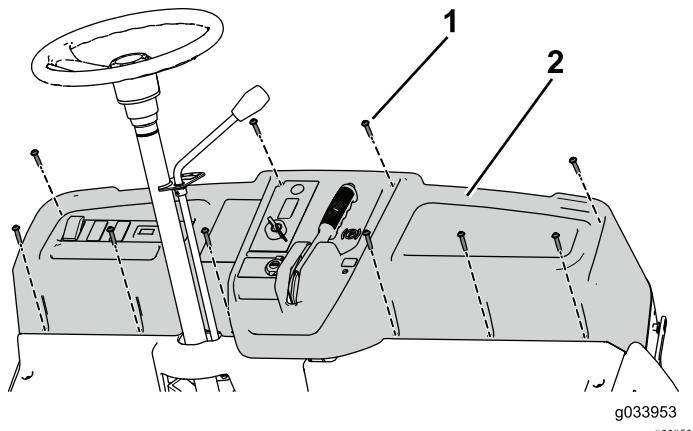

图81
5. 用 10 个螺丝  $1/4 \times 1-1/4$  英寸将仪表板固定到机器上 图81。